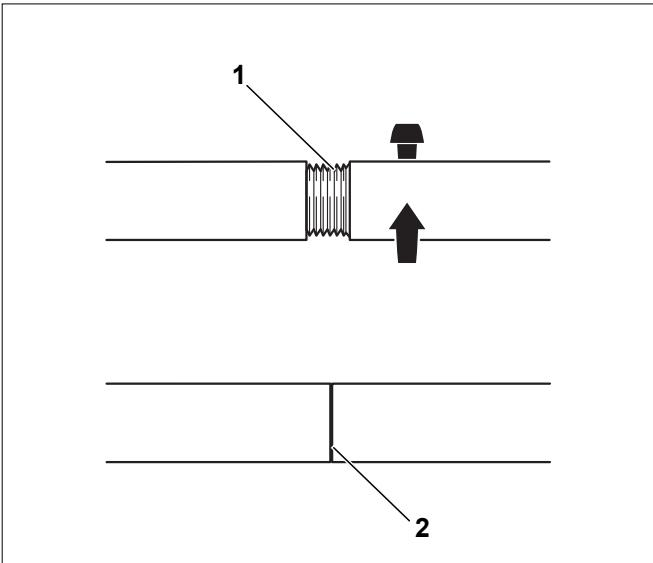

Рис. 20 Стяжной инструмент котла 2.3
- ▶ Проверяйте штанги перед каждым применением и, при необходимости, подтягивайте их. При правильном соединении штанги полностью скручены, и резьбы не видно (рис. 20, [2]).
- ▶ Резьба должна быть чистой (рис. 20, [1]). Загрязненная резьба может привести к повреждению стяжного инструмента во время сжатия секций.